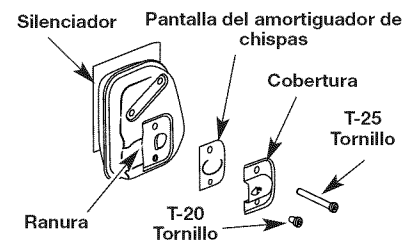

Fig. 35
2. Con un destornillador de vástago plano o broca Torx T20, saque el tornillo que conecta la cubierta del amortiguador de chispas al silenciador (Fig. 35).